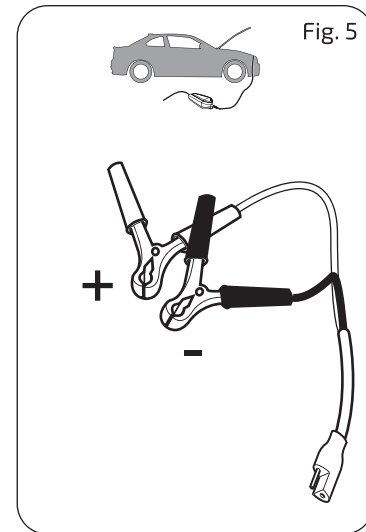

Fig. 5
- Die Ausgangsleitung mit roter Klemme (Fig. 5) an den Pluspol (+) der Batterie anschließen.
- Die Ausgangsleitung mit schwarzer Klemme (Fig. 5) an die Fahrzeugmasse anschließen, und zwar in ausreichender Entfernung von Batterie und Kraftstoffleitung.
- Die Ausgangsleitung mit schwarzer Klemme (Fig. 5) an den Minuspol (-) der Batterie anschließen.
- Die Ausgangsleitung mit roter Klemme (Fig. 5) an die Fahrzeugmasse anschließen, und zwar in ausreichender Entfernung von Batterie und Kraftstoffleitung.
2. Die Ausgangsleitung mit roter Klemme (Fig. 5) an den Plus-Pol (+) der Batterie anschließen.
3. Die Ausgangsleitung mit schwarzer Klemme (Fig. 5) an den Minus-Pol (-) der Batterie anschließen.